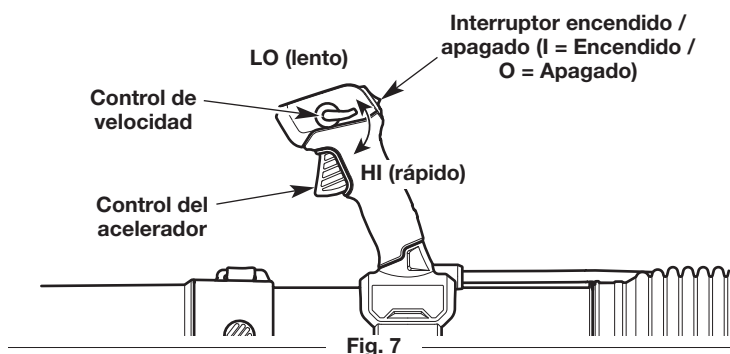

Fig. 7
**NOTA:** No es necesario encender la unidad. El interruptor de encendido/apagado está en la posición **Encendido (I)** en todo momento (Fig. 7).
3. Mueva el control de velocidad a la posición **HI (rápido)** (Fig. 7).
**NOTA:** Mantenga el control de velocidad en la posición **HI (rápido)** durante **TODOS** los pasos siguientes (Fig. 7).
2. Oprima y mantenga apretado el interruptor de encendido/apagado en la posición **Apagado (O)** hasta que el motor se pare por completo (Fig. 7).
- Use el control de velocidad para facilitar la operación continua (Fig. 7).